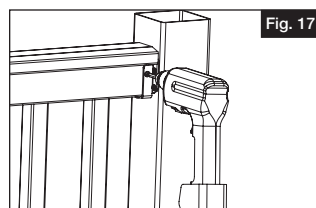

Fig. 17
- b. Au moyen d'un foret de  $\frac{5}{32}$  po (4 mm), percer des avant-trous dans la main courante aux deux emplacements sur le support métallique. Enfoncer des vis no 10 x 1 po (25 mm) dans les avant-trous de chacun des supports métalliques (Fig. 17).